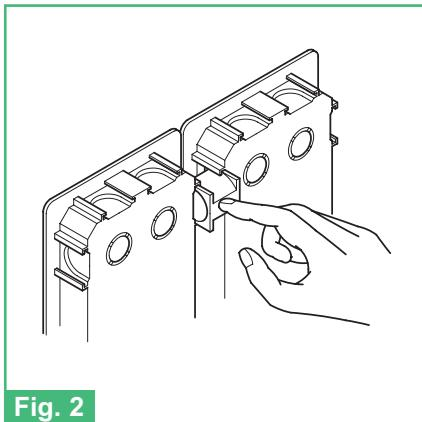

Fig. 2
- Fig. 2** Come accostare più scatole
- Fig. 2** How to place several boxes together
- Fig. 2** Comment associer plusieurs boîtiers
- Fig. 2** Hoe meerdere dozen naast elkaar te plaatsen